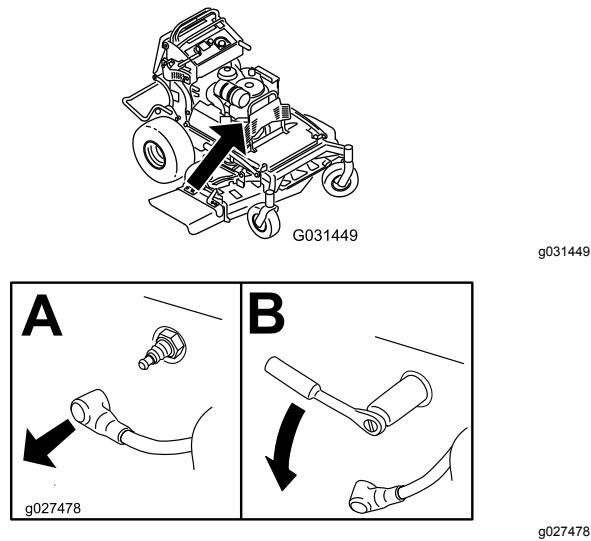

Figura 42
3. Retire las bujías, según se muestra en Figura 42.